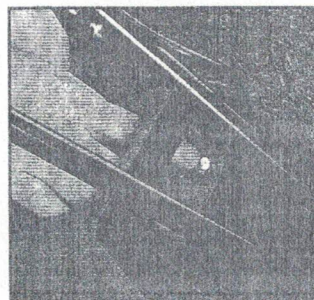

Рис. 1
6. Если кнопка отжата, нажмите ее снова. Если кнопка выключателя не удерживается в нажатом положении, выждите приблизительно 30 секунд и попробуйте еще раз (рис. 1).